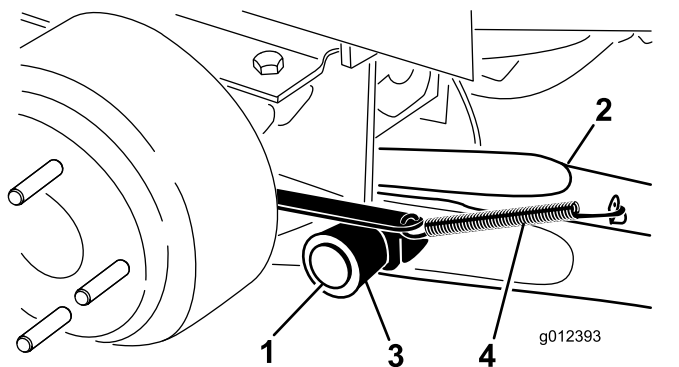

Bild 4
4. Befestigen Sie einen Hubarm mit einem Schwenkstift und einem Splint an der Schwenkhalterung (Bild 4). Montieren Sie den Hubarm so, dass die Biegung nach außen zeigt.
5. Haken Sie die Bremsrücklauffeder in die Lasche am Hubarm ein (Bild 4).